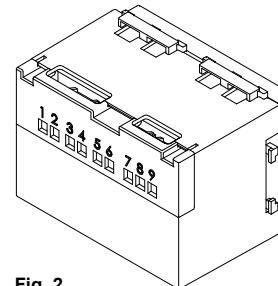
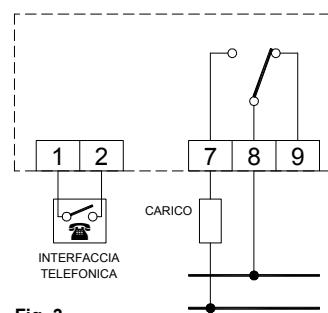

Fig. 2
Fig. 3
2. Eseguire i collegamenti elettrici, mediante la morsettiera innestata all'interno del fondo del cronotermostato (Fig. 2), seguendo lo schema di collegamento di Fig. 3.